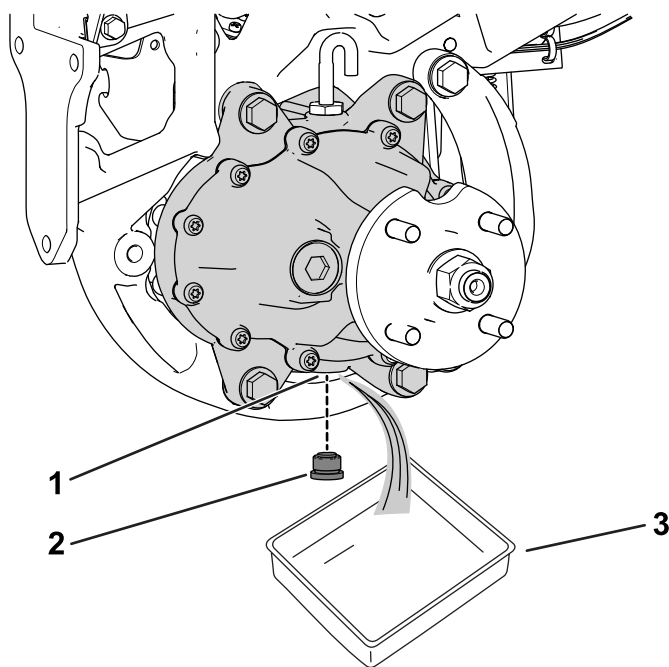

Figura 66
3. Coloque un recipiente debajo del conjunto del motor de rueda (Figura 66).
4. Retire el tapón del orificio de vaciado (Figura 66).
6. Instale el tapón de vaciado en el orificio de vaciado (Figura 66).